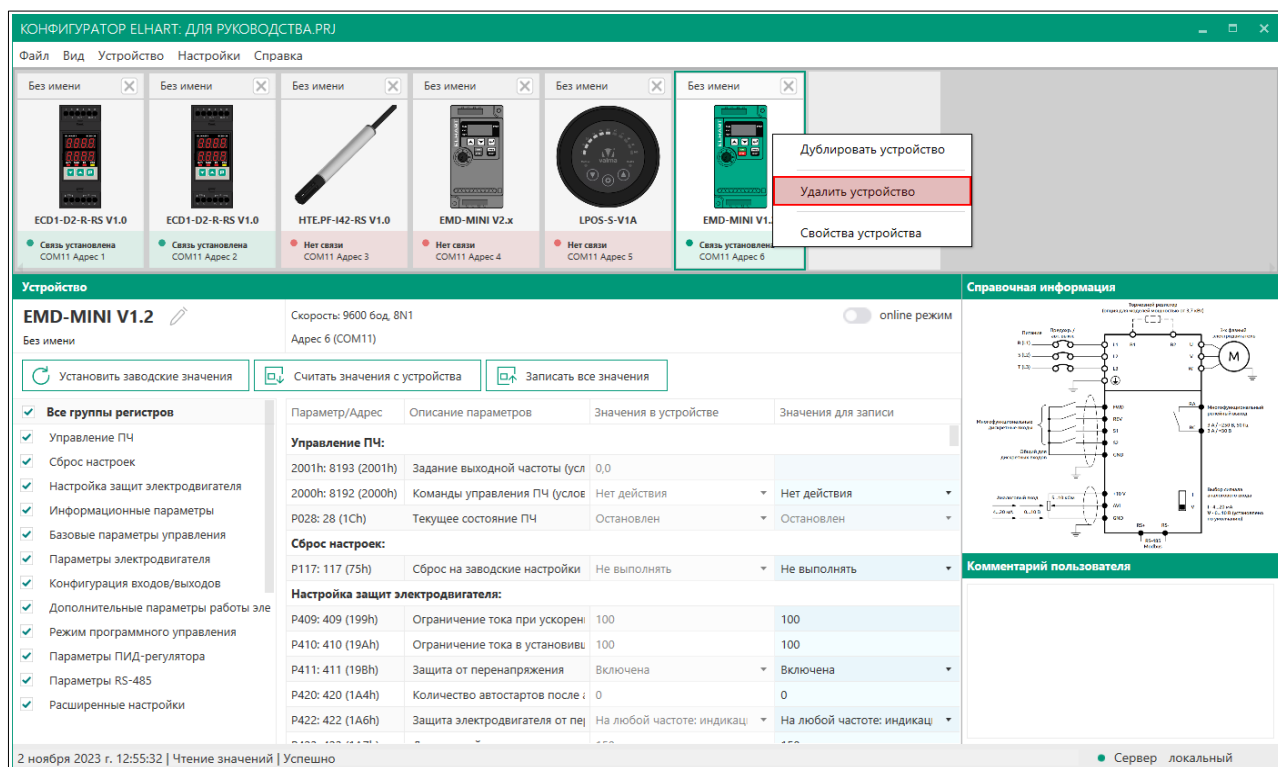

Рисунок 35
2. Кликнуть ПКМ на необходимом устройстве и, в появившемся контекстном меню, выбрать пункт *Удалить устройство* (Рисунок 35).